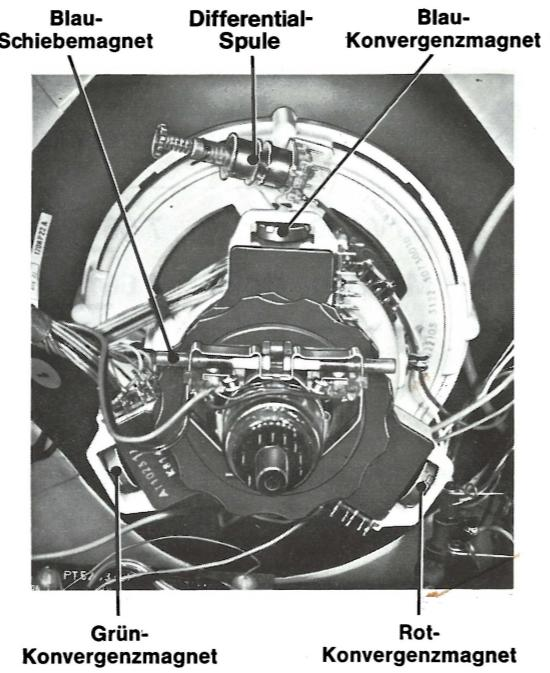
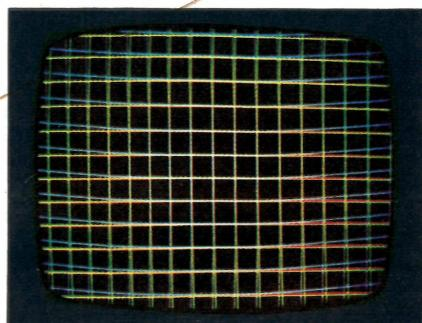
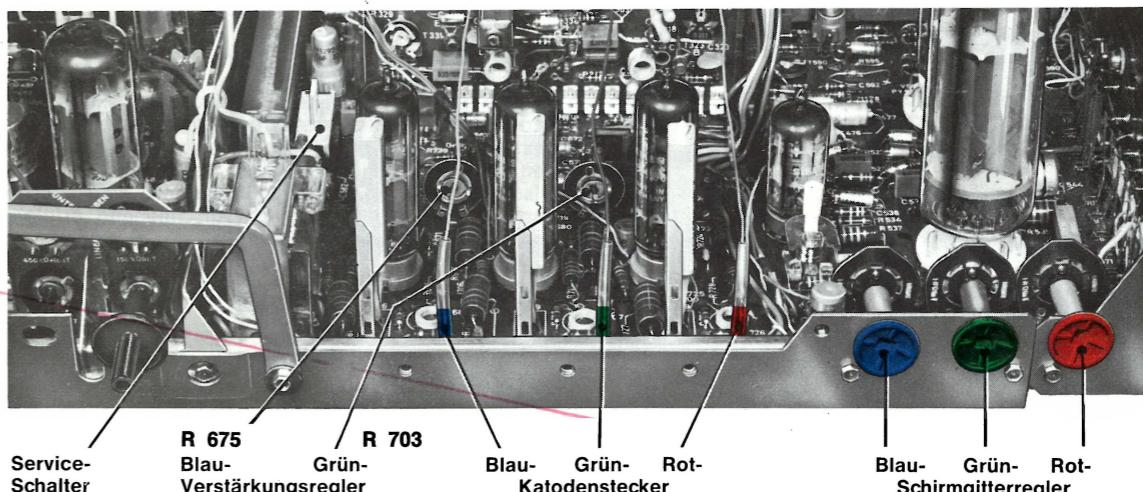

Fig. 3
Fig. 6
Fig. 7
Die Differentialsple befindet sich bei der Valvo-Ablenkseinheit auf dem Ablenksystem (Fig. 3).
Mit blauem Schirmgitterregler (Fig. 7) Blau wenden. Mit Rot- und Grün-Konvergenzmagneten (Fig. 3) Rot- und Grün-Linien in Bildschirmmitte zur Deckung bringen.
Blau-Schiebemagnet (Fig. 3) drehen, bis blaue Vertikallinien in Bildschirmmitte (Fig. 6) zur Deckung kommen.
3. Rot-Katodenstecker abziehen (Fig. 7). Bildschirm sollte dann gleichmäßig rot sein (Fig. 4). Ist Bildschirm ungleichmäßig rot oder farbfleckig (Fig. 5), so ist die Farbreinheit einzustellen.
3. Rot-, Grün-, Blau-Schirmgitterregler (Fig. 7) auf Linksanschlag. Serviceschalter (Fig. 7) in Stellung „Service“ (nach vorn) bringen.
8. Sind helle Graustufen verfärbt, so ist die Einstellung der Regler „Grün-Verstärkung“ und „Blau-Verstärkung“ (Fig. 7) zu berichtigen. Sie sollen etwa in Mittelstellung stehen.
Stecker für Blau-seitlich herausziehen, vertikale blaue Mittellinie mit Blauschiebemagnet (Fig. 3) zur Deckung mit der rotgrünen bringen. Jetzt gibt es vier Möglichkeiten: